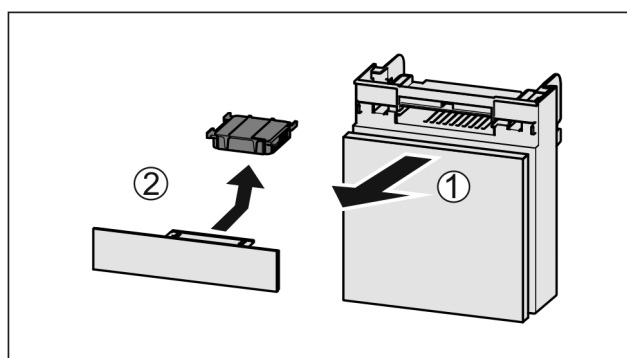

Fig. 114
- Estrarre il vano tirando in avanti Fig. 114 (1).
- Rimuovere il filtro a carboni attivi Fig. 114 (2).